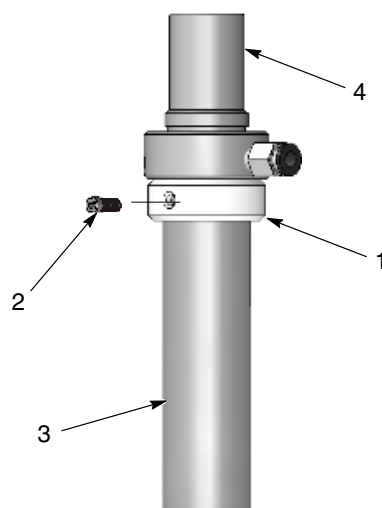

Figura 3-6 Montarea colierului pe tubul de admisie
3. A se vedea Figura 3-6. Montați colierul (1) pe tubul de admisie (2), așa cum este prezentat. Strângeți șurubul cu cap tubular pentru a fixa colierul.